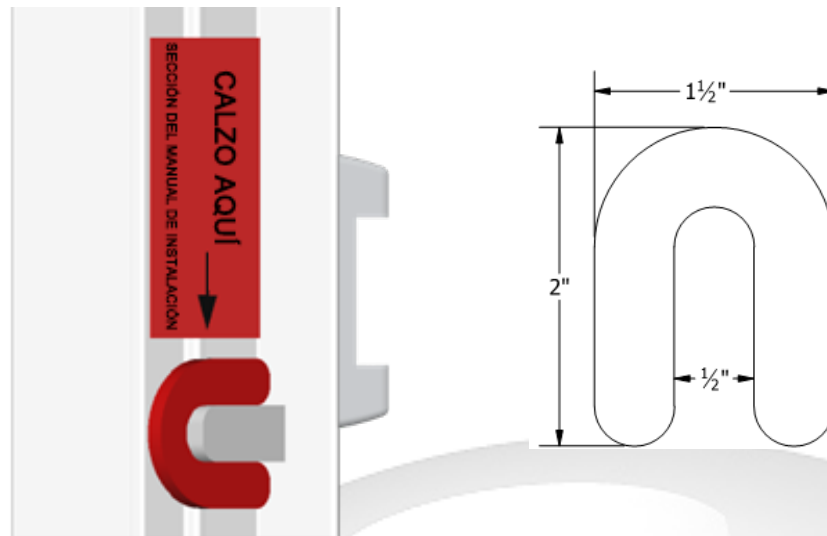

Figura 11: Aplicación del estante del calzo de la jamba
- I) Los calzos deben estar fabricados con un material de alto impacto que no se deteriore y sea resistente a la corrosión, como el PVC o un plástico similar. Se recomiendan calzos de herradura como los que se muestran en la *figura 11*, que serán necesarios en varios grosores para lograr una instalación correcta.
C) Se incluye una etiqueta de “SHIM HERE” (Calzo aquí) además de un bloque de espuma de estante para calzos VPI como se muestra en la *figura 11* en todas las ubicaciones de calzo de jamba requeridas. El estante para calzos proporcionará una red de seguridad para mantener los calzos en su sitio durante el resto del proceso de instalación. Lo ideal es utilizar calzos del tamaño indicado en la *figura 11* (disponibles en Glazelock), pero la mayoría de los calzos son compatibles.